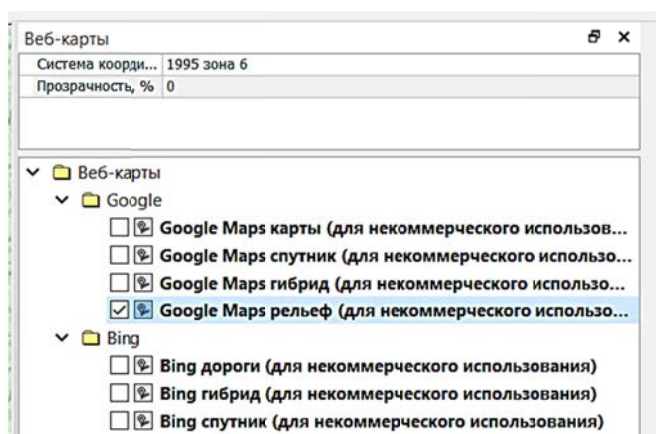

Рис. 7.6. Список источников для получения геоинформационных данных
4. Выберите необходимый источник получения геоинформационных данных из предложенного списка (рис. 7.6), затем, выполняя масштабирование в графической области приложения (прокручивание колесика мыши «от себя или к себе»), а также позиционирование подгружаемой области земной поверхности (с зажатым колесиком мыши, передвигая графическую область, «как лист по столу»), зафиксируйте на экране выбранную по согласованию с преподавателем область для создания импорта точек высот SRTM.